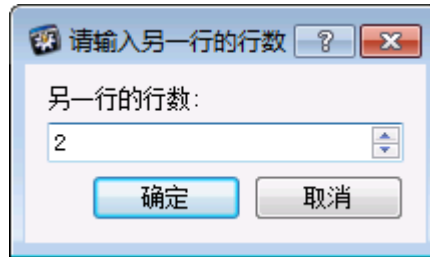

图 17 输入另一行的行数对话框
- 首行和间隔行自动递增：以该列首行和间隔行单元格数值为基准，自动计算出增长数，之后的所有行的单元格数值都会依次增加增长数，形成递增数列。点击该选项之后，会弹出输入另一行的对话框，如图 17 所示：